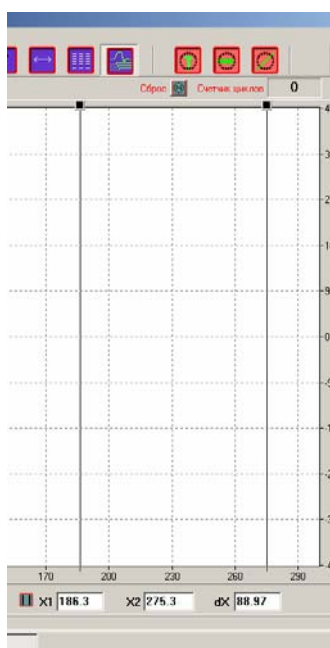

Рисунок 11
9.4 Поле Диаграммы (рисунок 11) отображает диаграмму выбранной операции. Это может быть только что проведенная операция Включения (Отключения), либо операция, данные которой, ранее сохраненные в двоичный файл, загружены из этого файла. Для смены просматриваемой операции (Включение/Отключение) на Информационном Поле справа используется группа Просмотр операции. По умолчанию при старте программы на диаграмму предполагается выводить показания основных регистрируемых каналов (на Информационном Поле внизу с индикацией цветов диаграмм): Напряжение, Ток, Ход, три Фазы и три Дискретных входа. Для гашения и зажигания диаграмм соответствующих регистрируемых каналов используются галочки на Информационном поле в списке каналов.